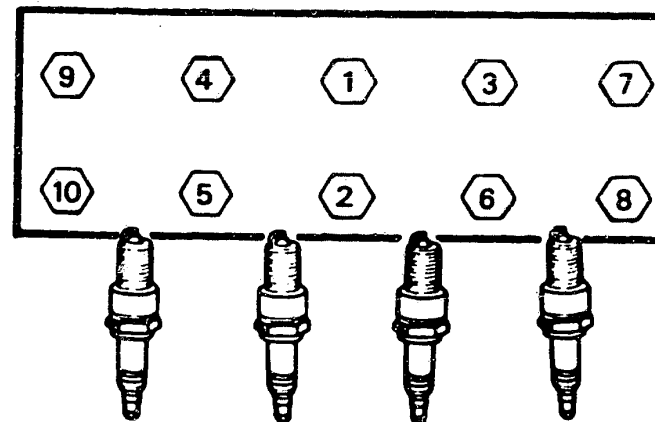

Bild 6 Anzugsreihenfolge der Zylinderkopfschrauben, Anzugsmoment 59Nm.
Bei der Montage ist die **Zylinderkopfdichtung** so auf den Motorblock aufzulegen, dass die Aufschrift «Alto» von oben her sichtbar ist. Das Anziehen der **Zylinderkopfschrauben** erfolgt in zwei Durchgängen auf den vorgeschriebenen Wert von 59Nm in der in Bild 6 gezeigten Reihenfolge. Nach 1000 ... 1500km sind die Zylinderkopfschrauben nochmals nachzuziehen.
- Anziehen nach Vorschrift: Die Schrauben und Scheiben sind einzuölen; dann lässt man sie während mindestens 30 Minuten abtropfen. Danach sind alle Schrauben im ersten Durchgang auf 20 und im zweiten auf 40 Nm anzuziehen. Anschliessend sind sie in zwei weiteren Durchgängen um jeweils 90° anzuziehen. Dabei ist stets die in Bild 6 ersichtliche Reihenfolge einzuhalten.